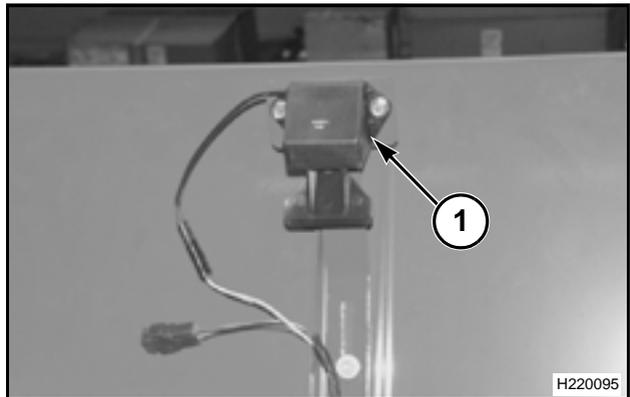

FIG. 226
FIG. 226: La tolva de granos esta provisto de un sensor (1) de llenado que activa una alarma sonora y visual (LED) en el panel de instrumentos electrónico para alertar al operador que la tolva de granos esta lleno. El sensor esta montado en la extensión frontal de la tolva de granos.